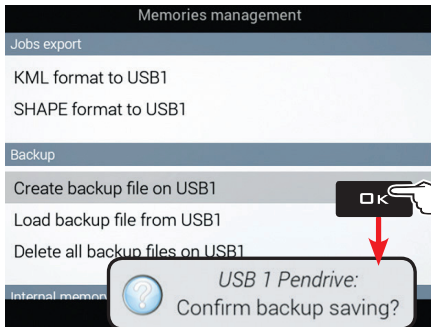

Fig. 283
- Välj **Create backup file on USB1** (Fig. 283) och tryck **OK**.